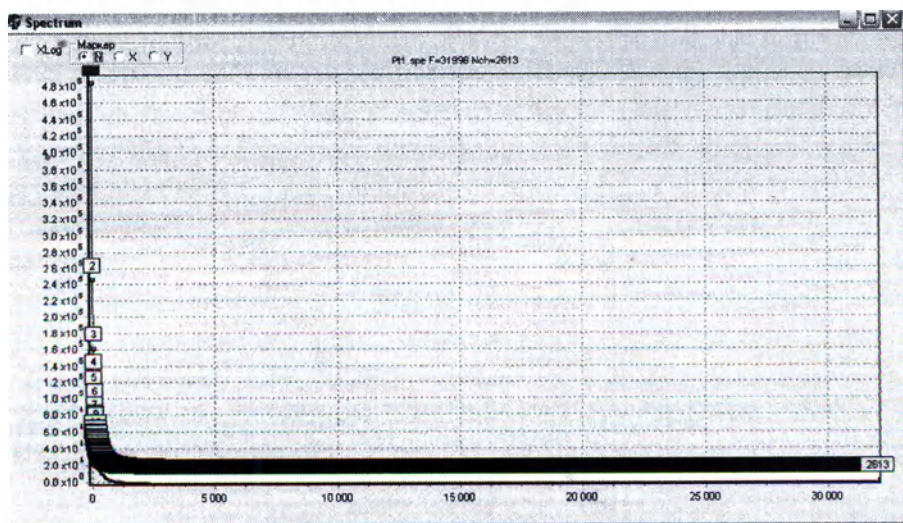

Рис. 14. Вид окна «Spectrum» с маркированными экспериментальными точками.
Поместив значок мыши на кривую в окне (например «Spectrum») и нажав правую кнопку можно получить маркировку экспериментальных точек. Переключатель «Маркер» позволяет визуализировать либо номер точки (N), либо значение частоты (X), либо значение мощности спектра (Y) (Рис. 14).